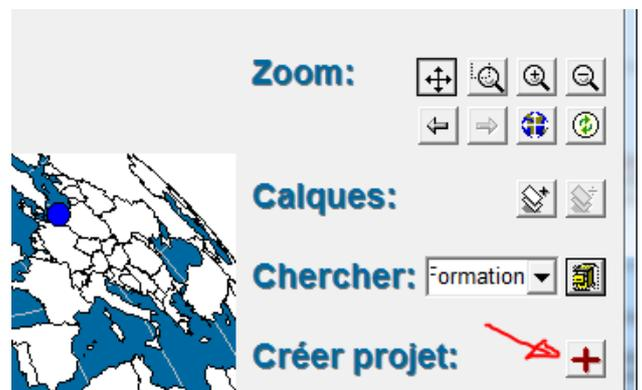

Figure 4
- Dans la fenêtre montrant la mappemonde cliquez sur la croix et positionnez-la par un deuxième clic à l'emplacement du projet, voir Figure 4